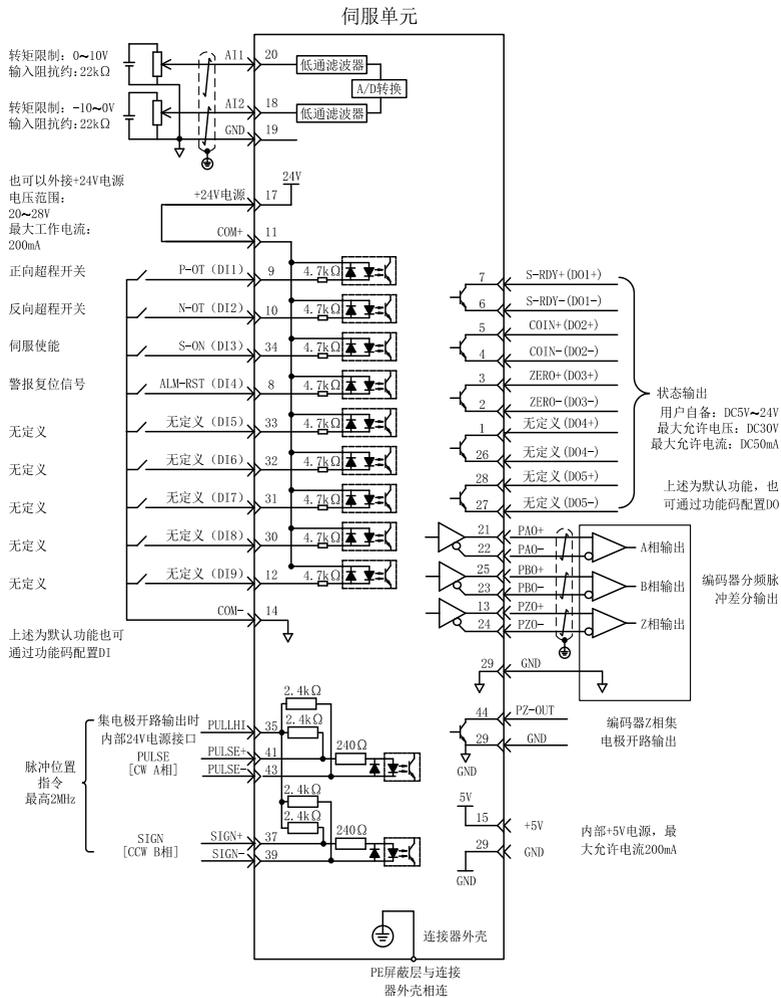

图 4-2 位置模式配线图
3. 参考图 4-2 配线说明连接 CN1 端子中的脉冲方向输入和脉冲指令输入以及必要的 DI/DO 信号，如何伺服使能，定位完成信号等。